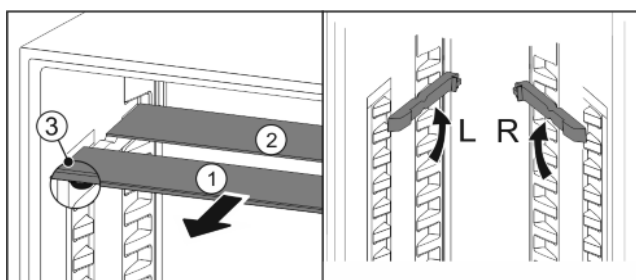

Fig. 20
- ▶ Steklene plošče posamično izvlecite Fig. 20 (1) naprej.
- ▷ Steklена plošča Fig. 20 (1) z zaustavljalniki izvleka je spredaj.
- ▷ Zaustavljalniki so obrnjeni navzdol Fig. 20 (3).